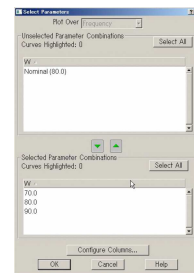

図 2.11 “Select Parameter” ダイアログ
4. 図 2.11 の “Select Parameters”  ”が開きます。
5. 図 2.11 の “Select Parameters”  ”の上の “Unselected Parameter Combinations”  ”がグラフに表示されないパラメータ、下の “Selected Parameter Combinations”  ”がグラフに表示されるパラ